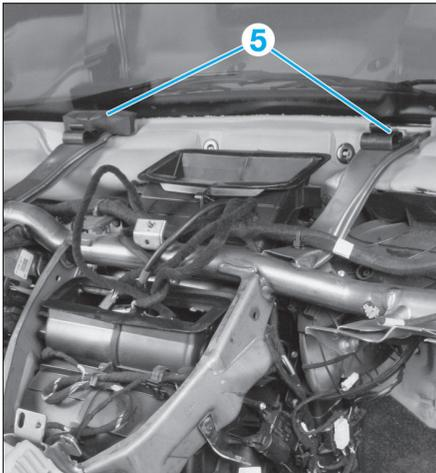

FIG. 13
- Déposer les vis de fixation supérieures (5) (Fig.13).